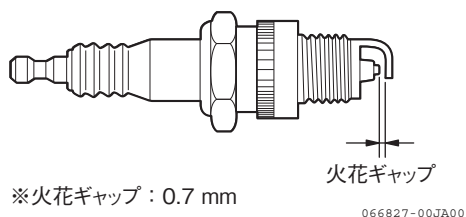

図 4-36 火花ギャップ
5. 火花ギャップ（電極すきま）を0.7 mmに調整します。(図 4-36)